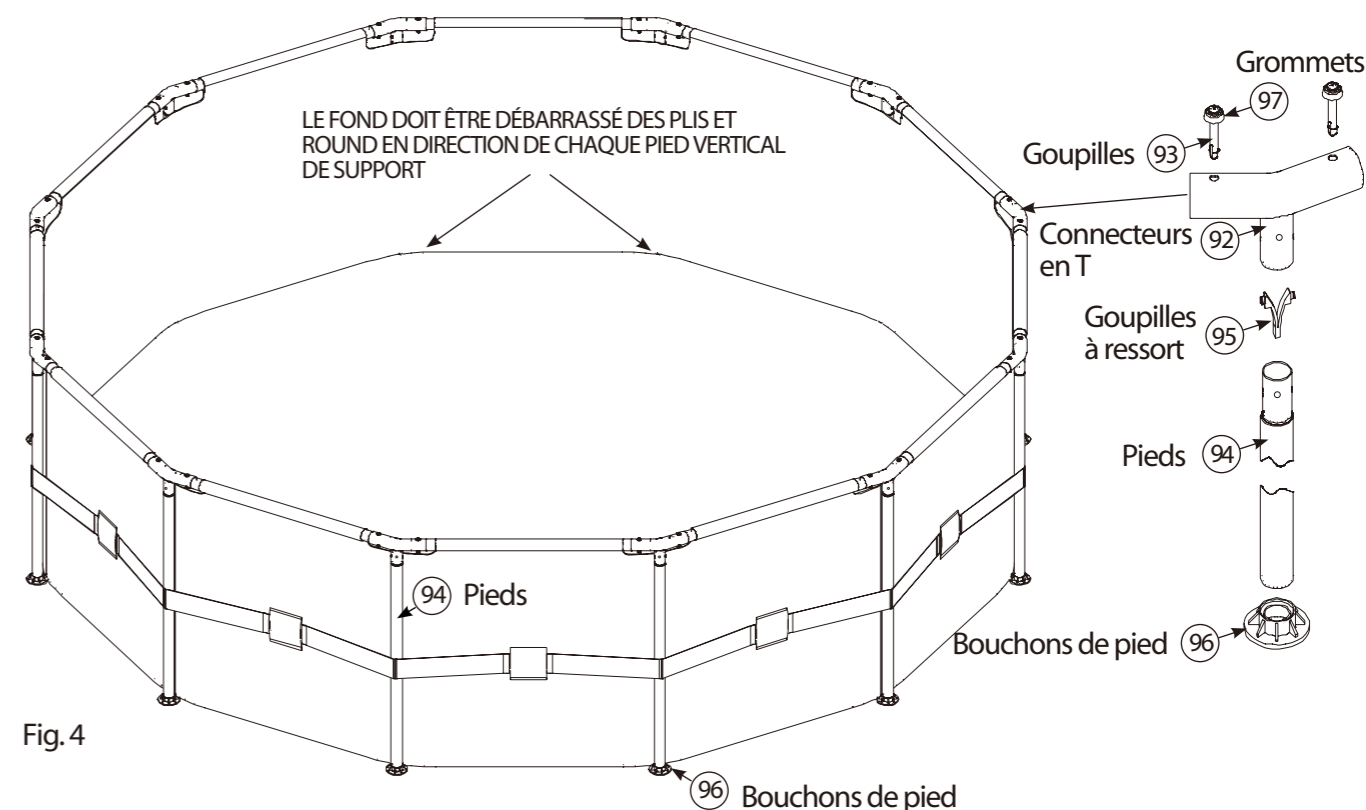

Fig. 4
D. Dès que le cadre supérieur est connecté, repérez les Pieds Verticaux (94). Ces derniers sont pourvus d'un Clip-V (95) pré-installé dans chaque extrémité supérieure. Premièrement insérez les Pieds à travers la ceinture montée à mi-hauteur tout autour de la piscine, voir Fig. 4. Ensuite introduisez chaque Pied dans un Raccord-Té, poussez les boutons en introduisant chaque Pied, tournez les Pieds pour aligner les boutons avec les trous des Raccords-Té jusqu'à blocage ferme. Finalement, installez le bas des Pieds Verticaux dans les Sabots (96) autant qu'ils puissent pénétrer.
F. Vérifiez que le drain est sûrement bouchonné avec le bouchon bien en place. Commencez le remplissage de la piscine en eau. NOTE: DÈS QUE L'EAU ATTEINT ENVIRON 1 POUNCE AU-DESSUS DU FOND, ARRÊTEZ LE REMPLISSAGE ET LISSEZ LES PLIS AU FOND DE LA PISCINE TOUT EN VOUS ASSURANT QUE LE FOND EST PLAT ET ÉGALEMENT ROUND DANS TOUTES DIRECTIONS. VOIR FIG. 4 CI-DESSOUS.